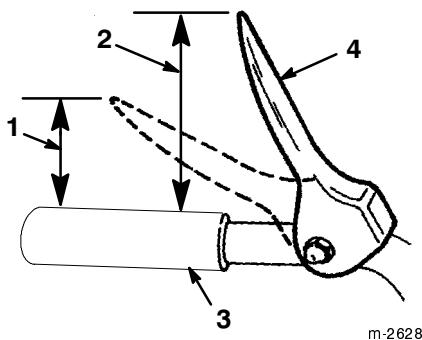

Figure 12
- Vérifiez la distance entre le bas de la manette de tarière/roue hélice et le haut de la poignée du mancheron (Fig. 12). L'écartement doit être d'environ 10,2 cm.